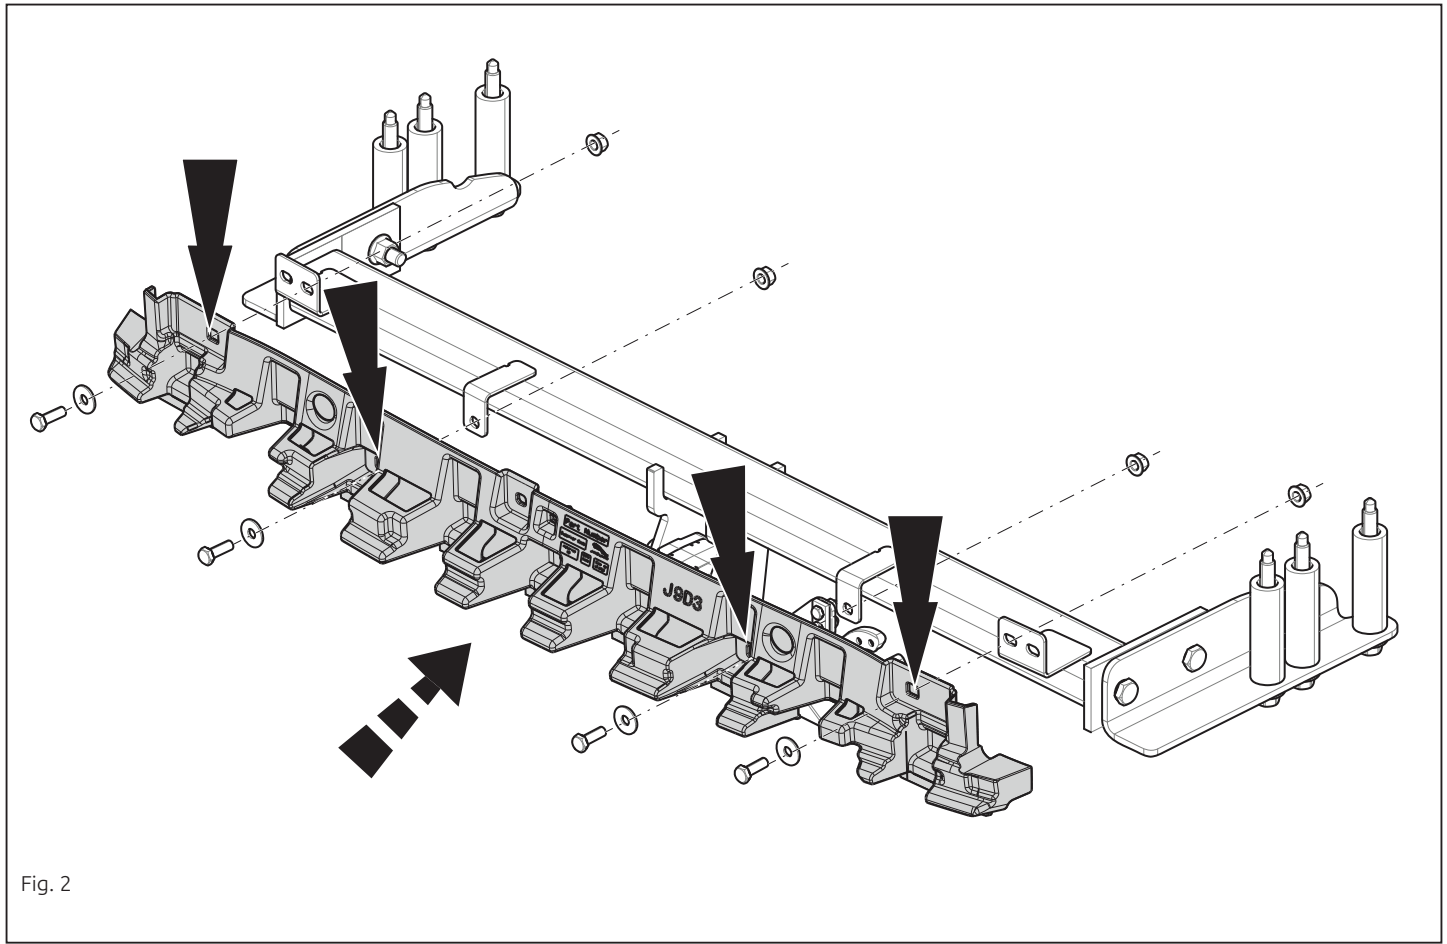

Fig. 2
6. Установить указанные детали в точках Н, затянув крепежный материал не до конца. См. рисунок 2.